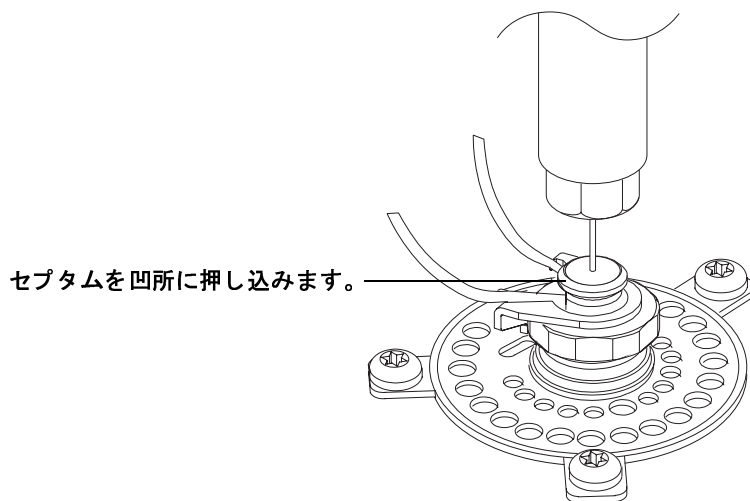

図 13 注入口に装着されたトランスファーライン
- 6 ニードル先端部を注入口に挿入します。注入口上部の凹所にサイズの大きいセプタムを押し込みます。アセンブル後の図は、図 13 を参照してください。